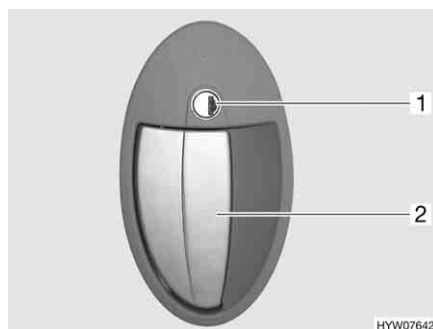

Fig. 30 Serratura della porta, lato esterno
- Inserire la chiave nel cilindro della serratura (Fig. 30,1) e ruotare in senso orario, fino a quando la serratura della porta si sblocca.
- Tirare la maniglia della porta (Fig. 30,2). La porta è aperta.
- Inserire la chiave nel cilindro della serratura (Fig. 30,1) e ruotare in senso antiorario, fino a quando la serratura della porta si blocca.